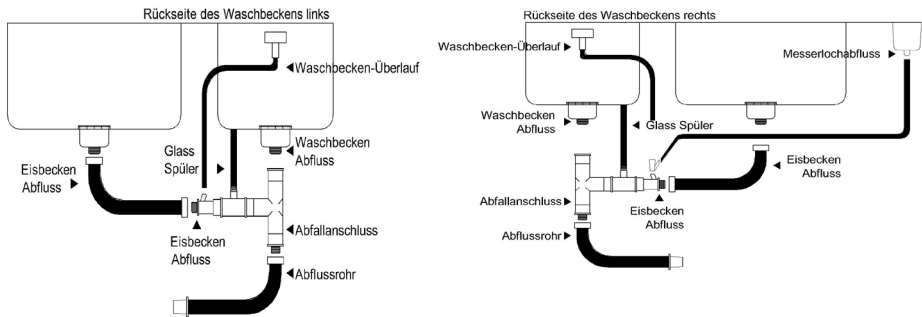

Abb. 1
4. Schließen Sie als Nächstes das Spülenüberlaufrohr an den Steckanschluss an, wie in Abbildung 1 dargestellt. Fahren Sie fort, indem Sie das andere Ende des Spülenüberlaufrohrs an der Rückseite des Waschbeckens befestigen, wie in Abbildung 2 gezeigt.
5. Verbinden Sie die beiden Eisbeckenrohre mit dem Steckanschluss, eines an jedem Ende des Anschlusses wie in Abbildung 1 gezeigt. Fahren Sie fort, indem Sie die anderen Enden wie gezeigt mit den Abflüssen der Eisbecken verbinden.
6. Verbinden Sie das Metallrohr wie in Abbildung 1 gezeigt mit dem Steckanschluss um den Gläserdruckspüler zu installieren. Verbinden Sie als nächstes das andere Ende des Metallrohrs mit dem Gläserdruckspüler Abfluss an das Waschbecken, wie in Abbildung 2 gezeigt.
7. Das letzte zu verbindende Rohr ist das Abflussrohr. Schließen Sie es an den Steckanschluss an, wie in Abbildung 1 dargestellt.